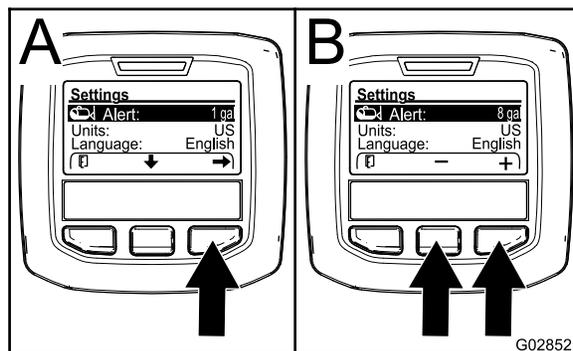

Рисунок 60
2. Нажмите среднюю кнопку выбора, чтобы выделить настройку Alert (Предупреждение) (Рисунок 60).
3. Нажмите правую кнопку выбора (Рисунок 60).
4. Используйте среднюю или правую кнопки выбора, чтобы ввести минимальный объем в баке, при котором во время работы опрыскивателя будет появляться предупреждение на дисплее (Рисунок 60).